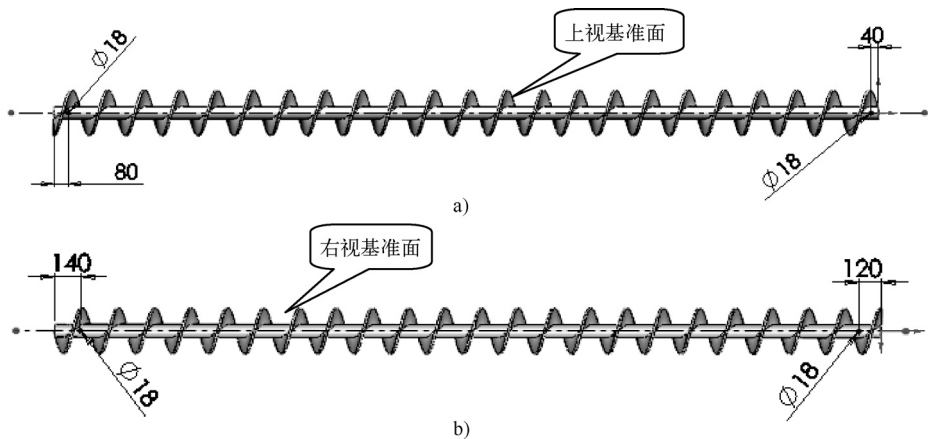

图 5-84 拉伸切除处理
STEP 7 分别在上视和右视基准面中绘制直径为 18mm 的四个圆，执行拉伸切除操作，创建绞龙的固定孔，如图 5-84 所示，完成绞龙模型的创建。